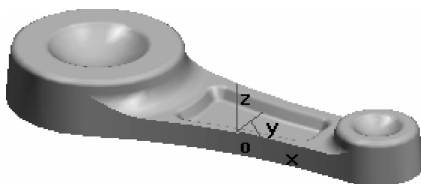

图 3-93 绘制连杆上表面所有棱边的过渡
(24)单击  按钮,弹出“过渡”对话框,输入半径“3”,拾取连杆上表面所有棱边,单击  按钮,完成操作,作图结果如图 3-93 所示。